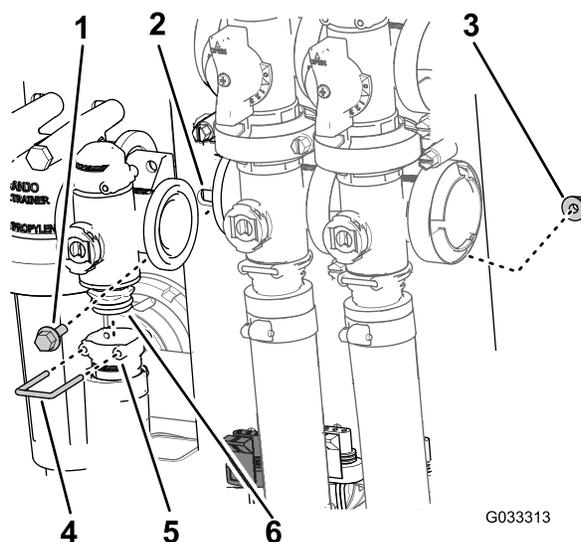

図 63
2. 散布量制御バルブ用のマニホールドに出口フィッティングを固定しているリテーナを外す 図 63。
3. 散布量制御バルブをバルブマウントに固定しているフランジヘッドボルト2本とフランジロックナット2個を外してバルブマニホールドを機体から取り外す 図 63。